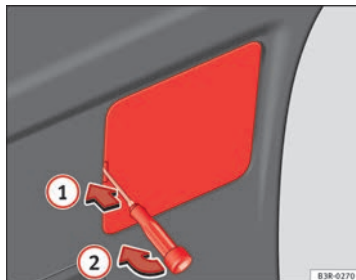

Fig. 234 Retirar la cubierta del revestimiento del portón trasero
- Introduzca un destornillador en la ranura de la cubierta ⇒ fig. 234 ① y extraiga la misma haciendo palanca ②.